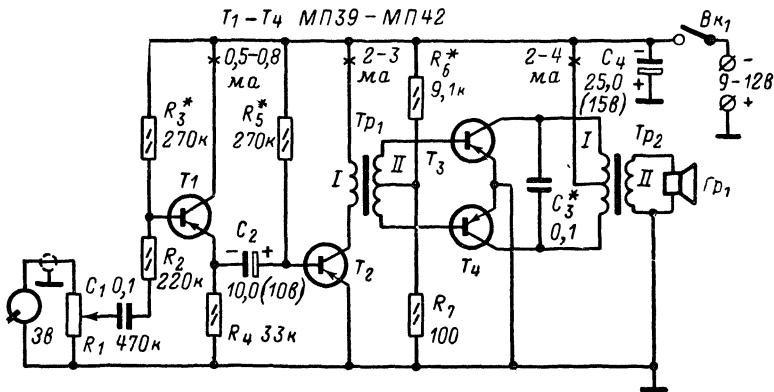

Рис. 208. Принципиальная схема усилителя низкой частоты с двухтактным выходным каскадом.
Транзисторный вариант. Принципиальная схема транзисторного усилителя радиограммофона показана на рис. 208. Выходная мощность усилителя около 150 мвт (0,15 вт). Питать усилитель можно от батареи напряжением 9—12 в, составленной из двух-трех батарей КБС-Л-0,50, или от электросети через выпрямитель, о котором я рассказывал тебе в десятой беседе (стр. 165—166). Средний ток, потребляемый усилителем от источника питания, не превышает 30—40 ма.
Двухтактный режим работы выходного каскада обеспечивает предшествующий ему второй каскад усилителя на транзисторе T_2 (см. схему на рис. 208). В его коллекторную цепь включена первичная (I) обмотка трансформатора Tr_2 , вторичная (II) обмотка которого, как и первичная обмотка выходного трансформатора, имеет отвод от середины. Через этот отвод и секции вторичной обмотки на базы транзисторов T_3 и T_4 подается с делителя R_5R_7 напряжение смещения. В состоянии покоя транзисторы T_3 и T_4 почти закрыты. Когда же на входе предоконечного каскада появляется сигнал, на базы транзисторов выходного каскада подается в противофазе напряжение низкой частоты, индуцируемое во вторичной обмотке трансформатора Tr_1 . Это и обеспечивает двухтактную работу транзисторам выходного каскада.